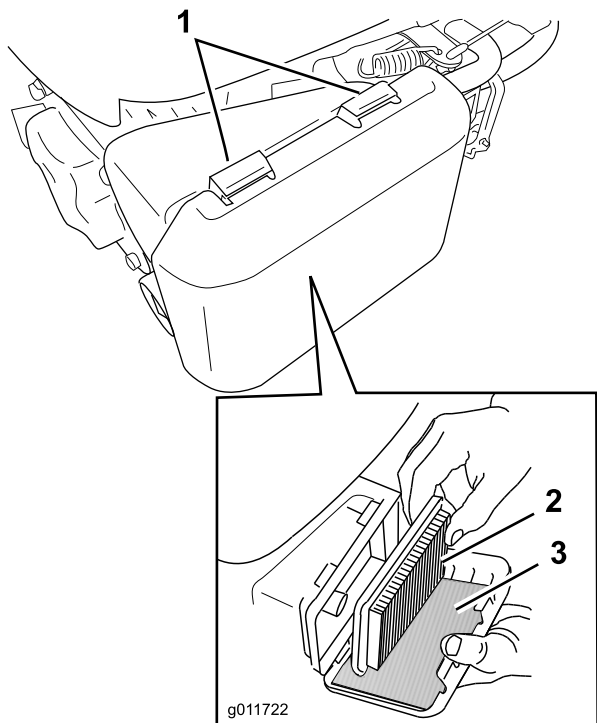

Рисунок 21
1. Нажмите на язычки защелок, расположенные наверху крышки воздухоочистителя (**Рисунок 21**).
3. Извлеките бумажный воздушный фильтр и фильтр предварительной очистки из пеноматериала (**Рисунок 21**).